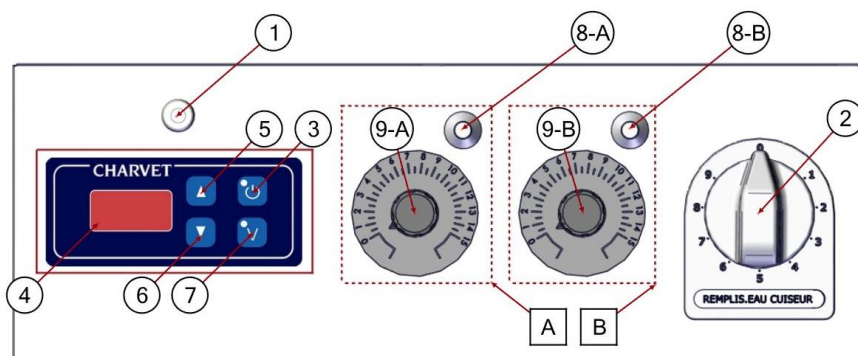

Fig. 1
1. Mettre l'appareil sous tension. Le voyant blanc (Fig. 1 – Rep. 1) s'allume.
2. Mettre la commande de régulation en température en appuyant sur la touche « Marche / Arrêt » (Fig. 1 – Rep. 3), le voyant associée à la touche s'éclaire, l'écran (Fig. 1 – Rep. 4) également. S'assurer que le voyant de la touche « V » (Fig. 1 – Rep. 7) est éteint, sinon, appuyer sur la touche pour désactiver la fonction.
3. Tourner la commande de remplissage de la cuve en eau (Fig. 1 – Rep. 2). Plus la valeur est élevée plus le remplissage est rapide.
4. Sélectionner la température désirée à l'aide des touches fléchées « haut » et « bas » (Fig. 1 – Rep. 5 & 6).
INFORMATION	<p>Fonctionnement de l'option relevage automatique :</p> <p>La cuve du cuiseur à pâtes permet d'accueillir jusqu'à 6 paniers en même temps. Lorsque l'appareil est équipé de la fonction relevage automatique, le relevage automatique des trois paniers du côté gauche (Fig. 1 – Rep. A) est indépendant (Motorisation et minuterie) du relevage automatique des trois paniers du côté droit (Fig. 1 - Rep. B).</p>
2. Sélectionner le temps de cuisson désiré (De 1 à 15 minutes) pour les trois paniers du côté voulu à l'aide du potentiomètre approprié (Fig. 1 – Rep. 9-A pour les trois paniers de gauche, Fig. 1 – Rep. 9-B pour les trois paniers de droite).
3. Appuyer sur le poussoir approprié pour faire descendre le groupe de paniers voulu (Fig. 1 – Rep. 8-A pour les trois paniers de gauche, Fig. 1 – Rep. 8-B pour les trois paniers de droite).
2. Activer la commande de régulation en température en appuyant sur la touche « Marche / Arrêt » (Fig. 1 – Rep. 3), le voyant associée à la touche s'éclaire, l'écran (Fig. 1 – Rep. 4) également.
3. Tourner la commande de remplissage de la cuve en eau (Fig. 1 – Rep. 2).